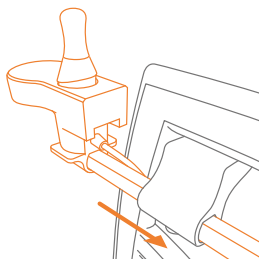

Figure 4: Faites glisser la manette de jeu dans le support.
- a. Assurez-vous que le câble du contrôleur du joystick est déconnecté avant de le fixer. Débranchez-le en desserrant les anneaux métalliques. Faites glisser le contrôleur de joystick déconnecté dans le trou du support. Veillez à ce que le câble passe entre le cadre et le contrôleur comme indiqué sur la (**Figure 4**).